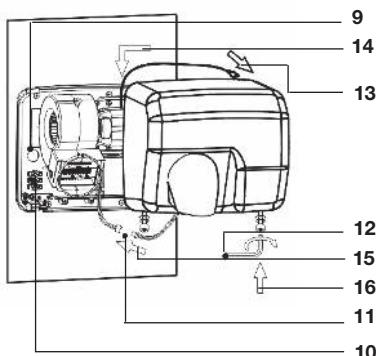

Рис. 6
1. Снимите крышку, соблюдая последовательность, как показано на рис. 6. Будьте осторожны при отсоединении крышки прибора. Не повредите соединительный провод между крышкой и внутренним содержимым.
4. Закрепите сушилку для рук, как показано на рис. 6: